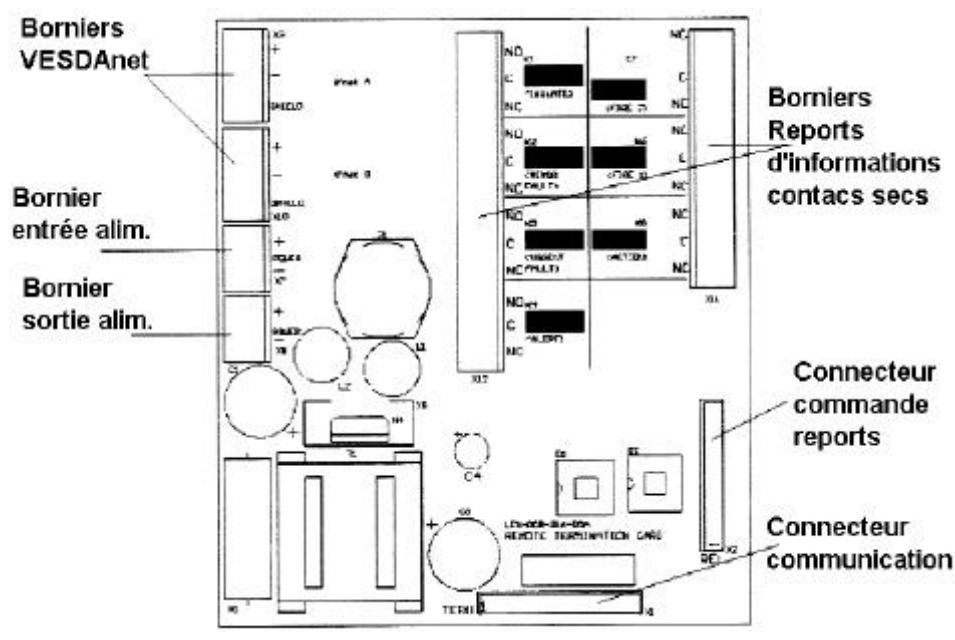
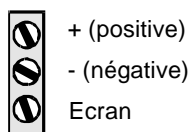

Figure 23 Repérage des connexions de la carte bornier déportée
Figure 24. Bornier VESDAnet
- Raccorder le câblage à la carte bornier dans le boîtier déporté. Les positions de raccordement sont indiquées sur la Figure 23. Pour des informations détaillées concernant ces raccordements, se reporter aux sections
1. Retirer le connecteur de relais et noter son numéro de repérage. Le numéro du relais est indiqué sur les relais sur la Figure 23..Par exemple K1 sur la carte bornier déportée est le relais numéro 1
écran du type BELDON 9841 (Catégorie 5), ou similaire. Les points de raccordement des câbles sont deux borniers VESDAnet situés sur la carte bornier. (Pour le positionnement se reporter à la Figure 23). Les trois fils pour chaque câble RS485 doivent être insérés comme indiqué sur la Figure 24: